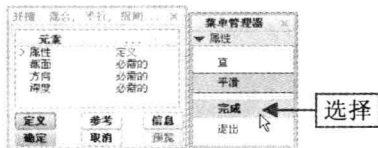

图 8-60 选择“完成”选项 3
Step 04 弹出“开槽：混合，平行，规则截面”对话框和“属性”菜单管理器，选择“平滑”选项和“完成”选项，如图 8-60 所示。